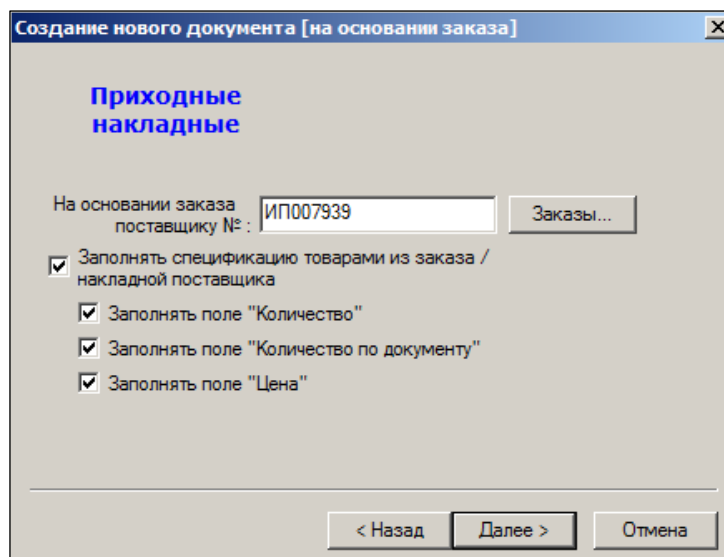

Рисунок 12 – Создание приходной накладной (5)
6. Отметить флаговые поля, если необходимо перенести из заказа значения соответствующих полей спецификации (Рисунок 12):